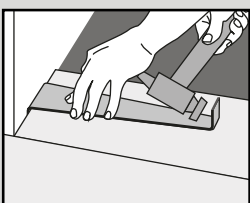

Fig. 6
6. Continuez la pose des lames dans la pièce jusqu'à ce que la rangée soit terminée à l'aide d'un rouleau à main. Seulement s'il est nécessaire de le faire, utiliser un maillet en caoutchouc et une chute du produit pour taper délicatement sur le produit. Un tire-lame peut être utilisé pour tirer l'ensemble du revêtement de sol le long des bords de la pièce (Figure 6).